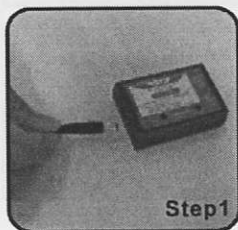

Bild 1
1. Verbinden Sie Ladestecker & Adapter mit dem Nine Eagles™ Balancer-Ladegerät. (Bild 1)